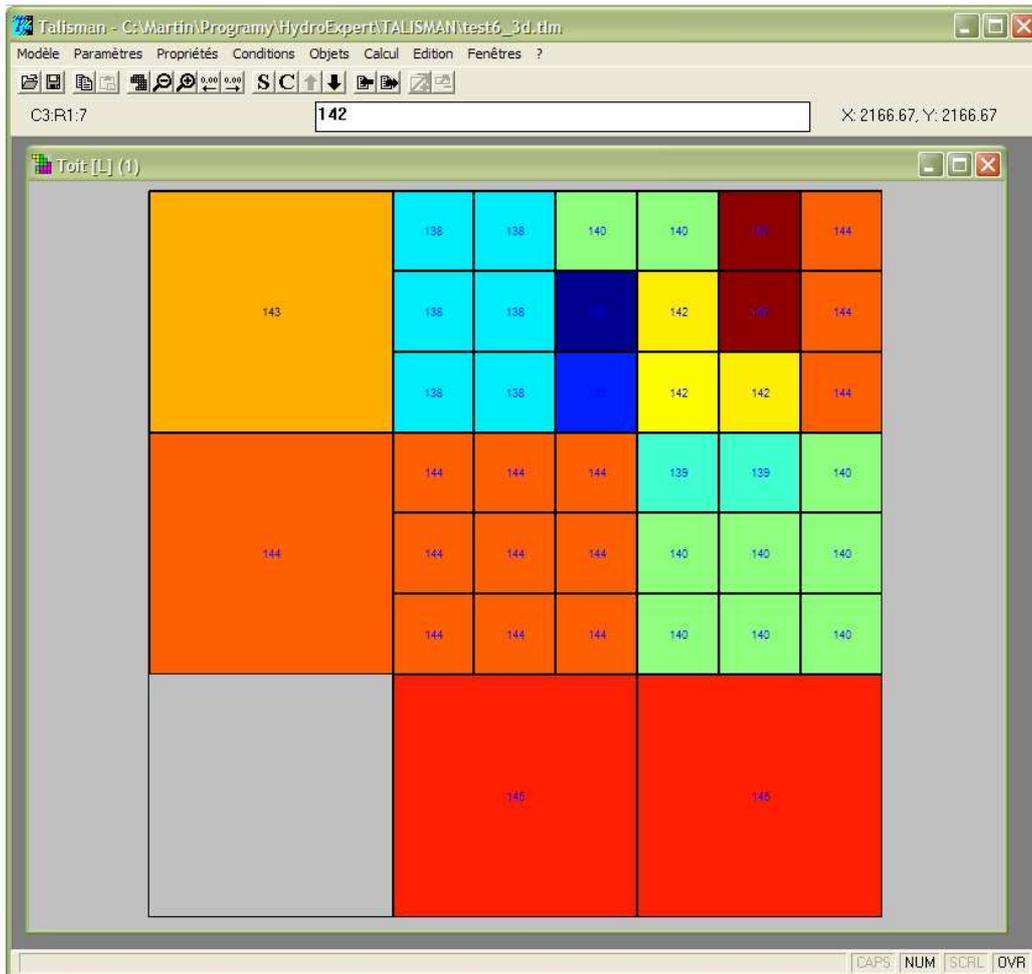

Figure 4 Fenêtre typique de Talisman
Pour créer un modèle, sélectionner *Modèle* dans la barre d'outils (cf. Figure 4) et cliquer ensuite sur *Nouveau*. Dans la fenêtre qui apparaît, il faut spécifier :
On décrit dans cette section les nombreux outils de manipulation disponibles sous Talisman pour chaque propriété saisie précédemment. Après la sélection d'une des propriétés dans la barre d'outils, le maillage d'une couche du modèle apparaît. En haut de l'écran, la propriété saisie est indiquée ainsi que le numéro de la couche où l'on se place (ex : Toit [L] (1), cf. Figure 4).